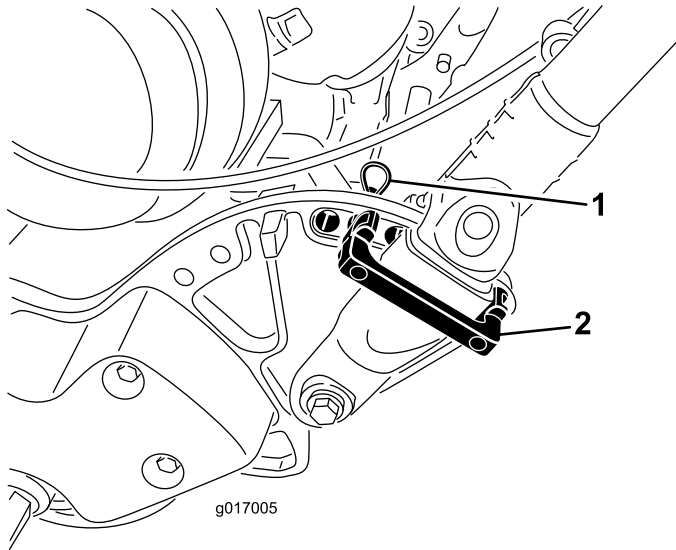

Figura 24
1. Retire os contrapinos de gancho dos fixadores do manípulo em cada lado do cortador (Figura 24).
2. Enquanto segurar no manípulo, retire os contrapinos de gancho de cada lado e rode o manípulo até o colocar na posição desejada para a sua utilização (Figura 24).